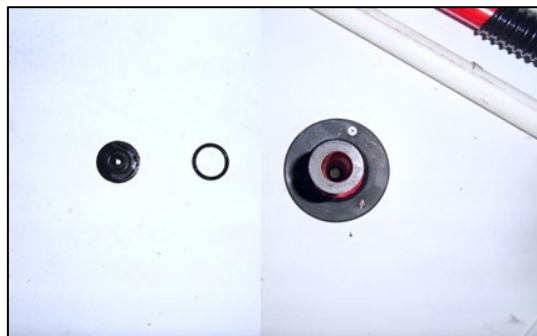

Figure 6 : Installation de la plaque de restriction
10. Monter l'ensemble pour limiter le débit d'air en utilisant le diaphragme (plaque) avec la taille de trou requise, voir Figure 6.